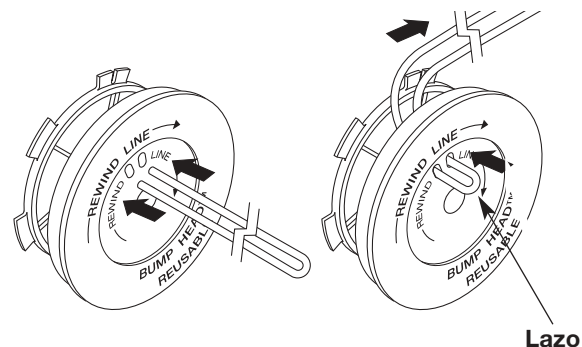

Fig. 16
6. Tome aproximadamente 20 pies (6.1 m) de nueva línea de corte, enlázela en dos longitudes iguales. Inserte cada extremo de la línea a través de uno de los dos orificios del carrete interior (Fig. 16). Pase la línea a través del carrete interior de modo que el lazo sea lo más pequeño posible.
1. Sostenga la bobina exterior con una mano y desenrosque el botón de tope en **sentido antihorario** (Fig. 16). Inspeccione el perno dentro del Bump Knob para verificar que se mueva con libertad. Cambie el botón de tope si está dañado.